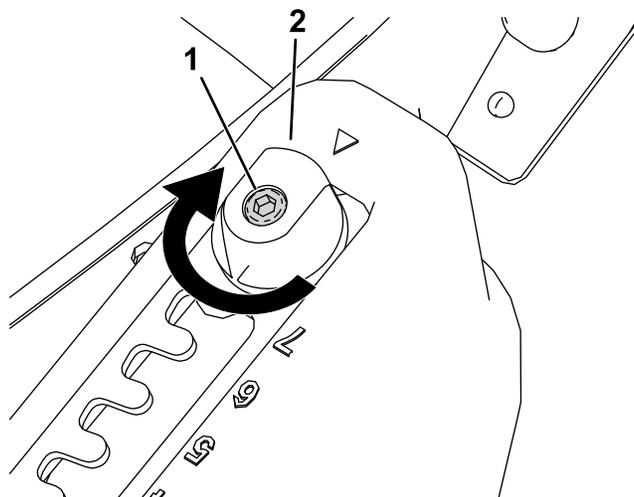
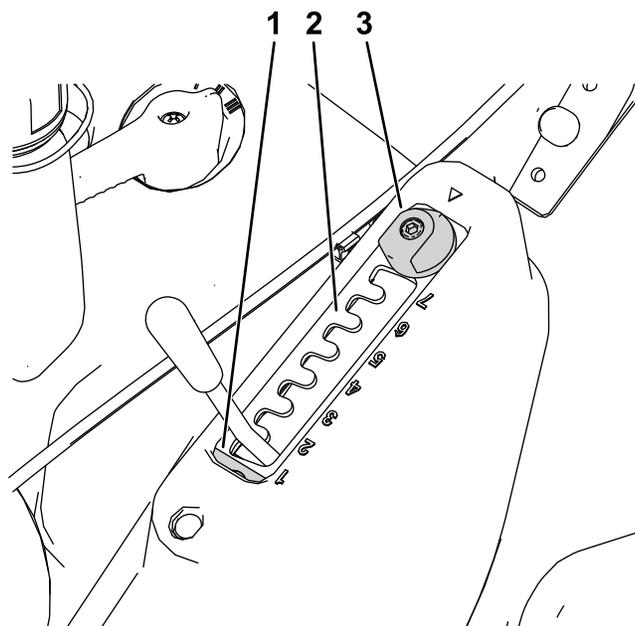

Рисунок 13
Рисунок 14
- Ослабьте крепежный болт планки выбора с помощью шестигранного ключа (Рисунок 13).
- Поверните регулятор Matchcut на 180° (Рисунок 13 и Рисунок 14).